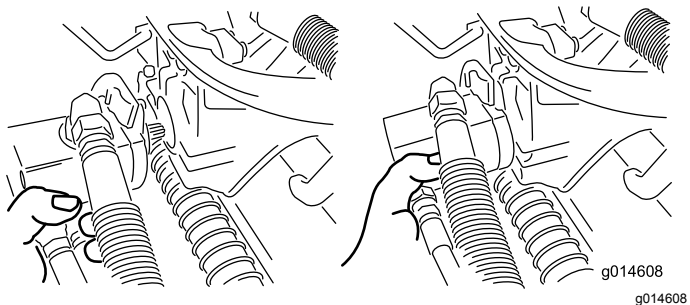

図 36
3. 外したモータは、サスペンションアームの前部にある一時保管位置にセットしておく(図 36)。